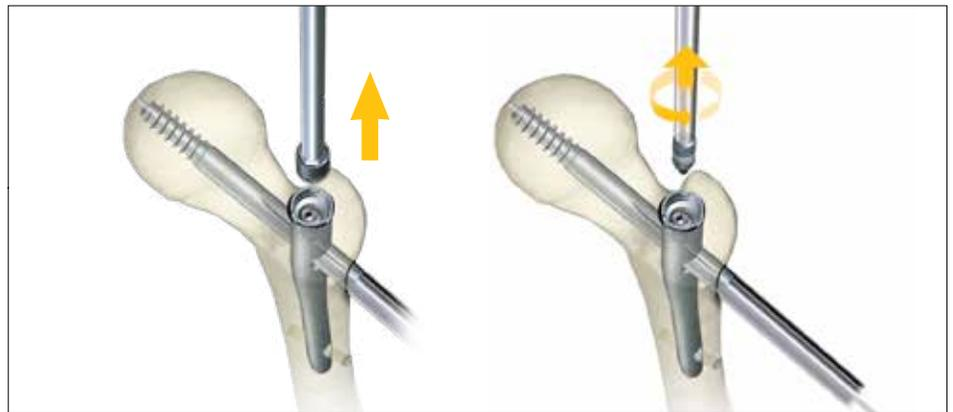

Abb. 172
Schritt 3: Entfernen von Endkappe und Verriegelungsbolzen (Abb. 172)